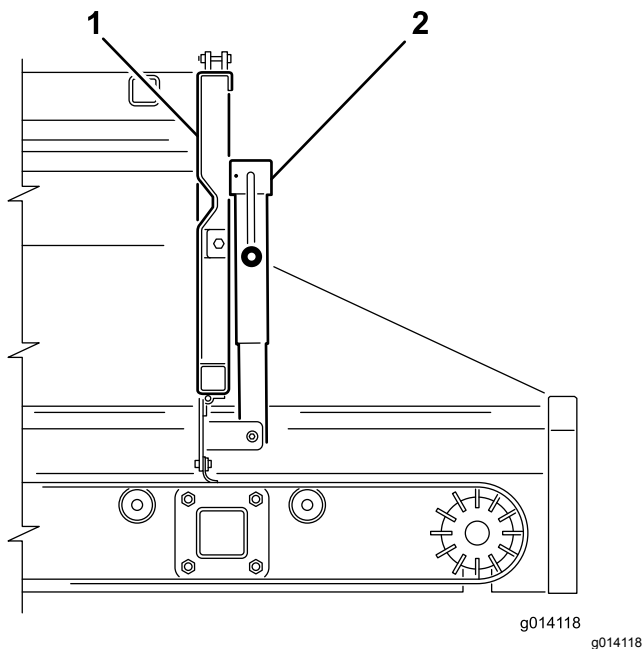
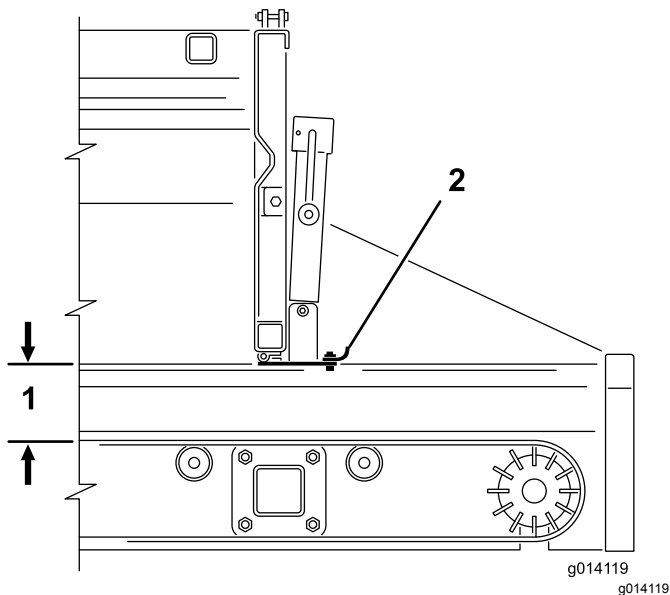

图 39
图 40
- 使用千斤顶手柄打开或关闭可调整的尾门部分 图 39 和 图 40。这样在使用附件时可限制物料的流动。